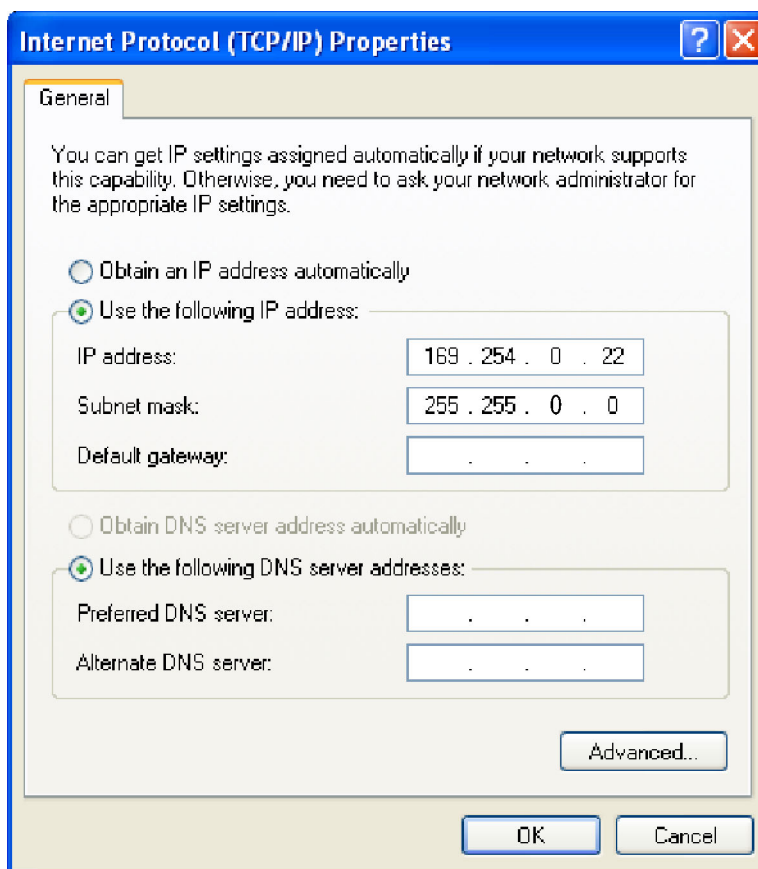

図 9: IP Properties ダイアログ・ボックス
3. リストを下にスクロールして Internet Protocol (TCP/IP) を選択し、Properties をクリックします。Internet Protocol (TCP/IP) Properties ダイアログ・ボックスが表示されます。(図 9 参照)。